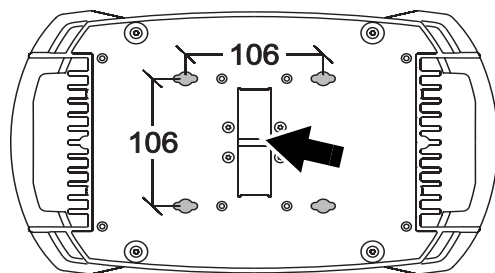

Bild 3: Ankerpunkt für das Sicherungsseil
5. Sichern Sie das Gerät mit einem Sicherungsseil, das für mindestens das 10fache Gerätegewicht ausgelegt ist, gegen Absturz. Montieren Sie das Sicherungsseil nur am Ankerpunkt an der Basis des Gerätes (siehe Bild 3). Der Ankerpunkt ist für die Aufnahme eines Schraubkarabiners geeignet. Montieren Sie das Sicherungsseil nicht an den Griffen des Gerätes.